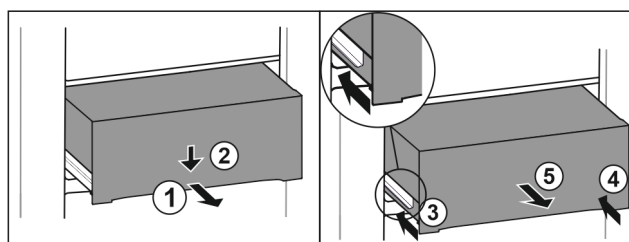

Fig. 121
- Vytriahnite zásuvku do polovice. Fig. 121 (1)
- Zatlačte zásuvku na prednej strane smerom nadol. Fig. 121 (2)
- Zasuňte ľavú koľajničku o cca 2 cm. Fig. 121 (3)
- Zasuňte pravú koľajničku o cca 2 cm. Fig. 121 (4)
- Odoberte zásuvku dopredu. Fig. 121 (5)